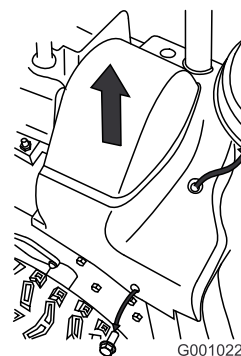

Figure 45
2. Soulevez le côté droit du couvercle de courroie (Figure 45).